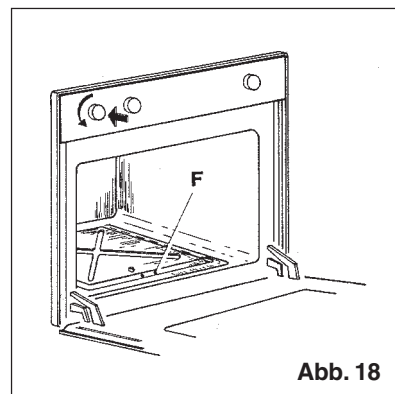

Abb. 18
- drücken Sie auf den Zündknopf (Abb.18)